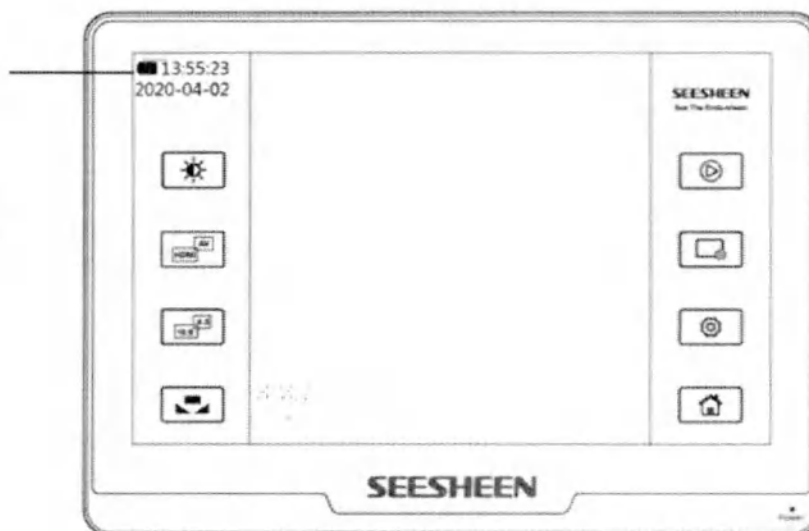

Рисунок 3.6
2. После подключения блока питания значок индикации уровня заряда батарей в левом верхнем углу экрана продолжает мигать, указывая на то, что внутренние батареи заряжаются; значок перестаёт мигать, когда уровень достигает трех делений (100%), это означает, что батареи полностью заряжены и блок питания можно отключить. См. Рисунок 3.6.
2. После того, как видеопроцессор проработал несколько секунд, проверьте значок уровня заряда батарей в верхнем левом углу дисплея (как показано на рис. 3.6), чтобы подтвердить уровень заряда батарей. Интерпретируйте различные состояния индикации в соответствии с таблицей ниже.